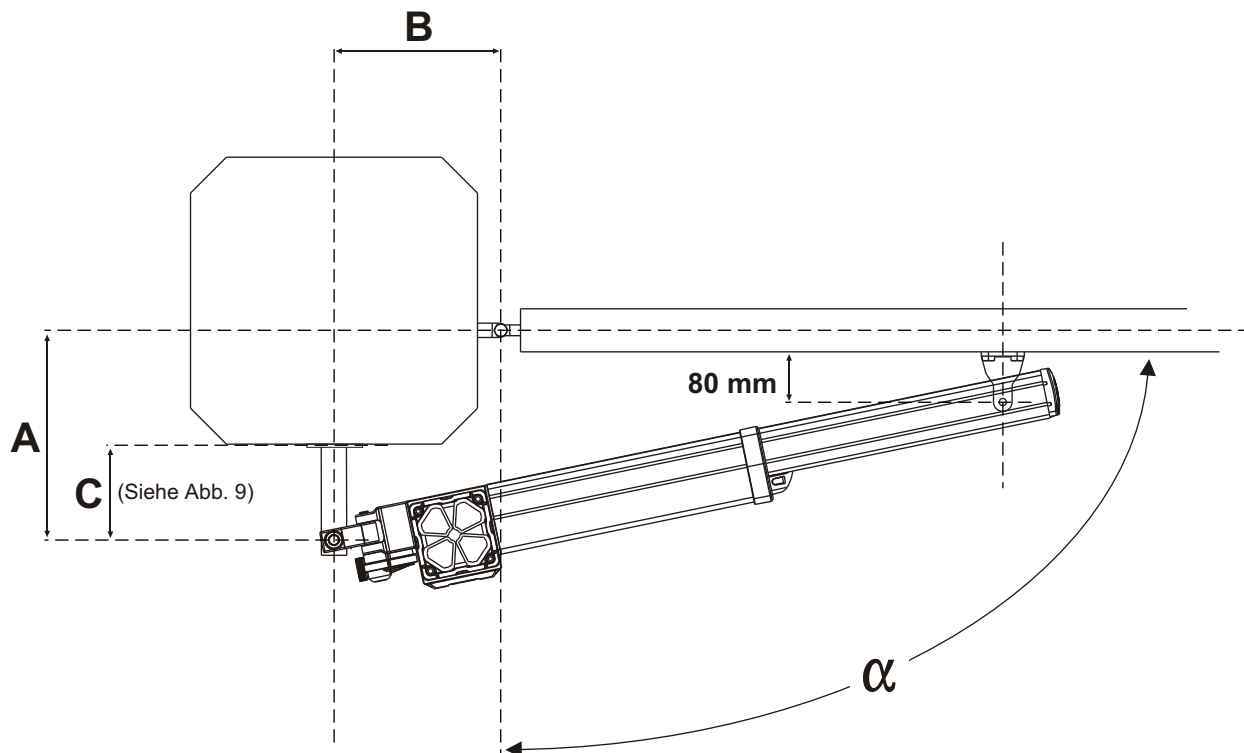

Abb. 7
2.2. Den hinteren Bügel (Abb. 6) an die Platte schweißen und dabei die in Abb. 7 und 8 angegebenen Maße berücksichtigen. Wenn nötig den Bügel kürzen, jedoch darauf achten die Mindestlänge von 60 mm (Abb. 9) nicht zu unterschreiten.